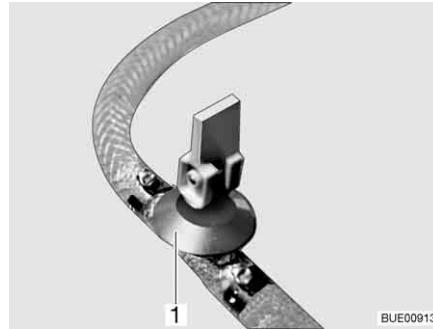
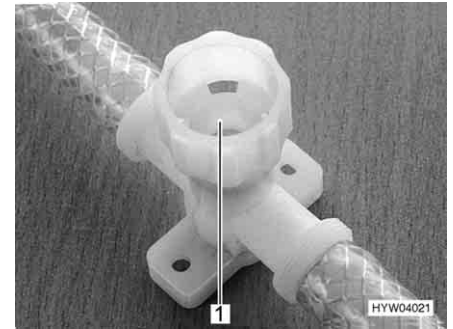

Fig. 239 Rubinetto di scarico (con leva a bilanciere)
Fig. 240 Rubinetto di scarico (con tappo a vite)
- Chiudere tutti i rubinetti di scarico. Mettere la leva a bilanciere del rubinetto di scarico (Fig. 239,1) orizzontale o chiudere il coperchio del rubinetto di scarico (Fig. 240,1) in senso orario.